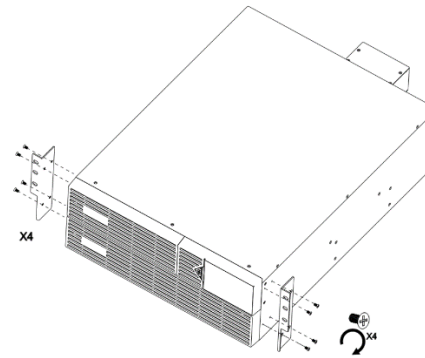

Figure 4
4. Fixez les oreilles de montage en rack à l'avant gauche et droit de l'onduleur. (Fig. 4)